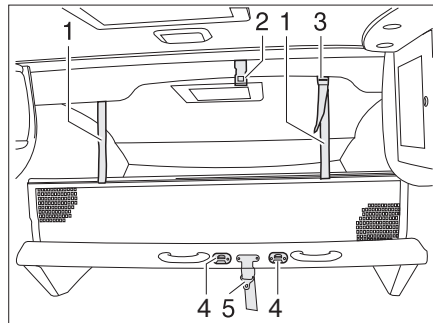

Bild 115 Hubbett manuell
- Das Hubbett mit dem Sicherungsgurt (Bild 115,5) am Dach (Bild 115,2) sichern.
- Die Aufstiegsleiter mit den beiden Bügeln in die Krampen (Bild 115,4) am Hubbett einhängen.
- Die Haltebänder (Bild 115,1) in die Halterungen an der Decke (Bild 115,2) einrasten.